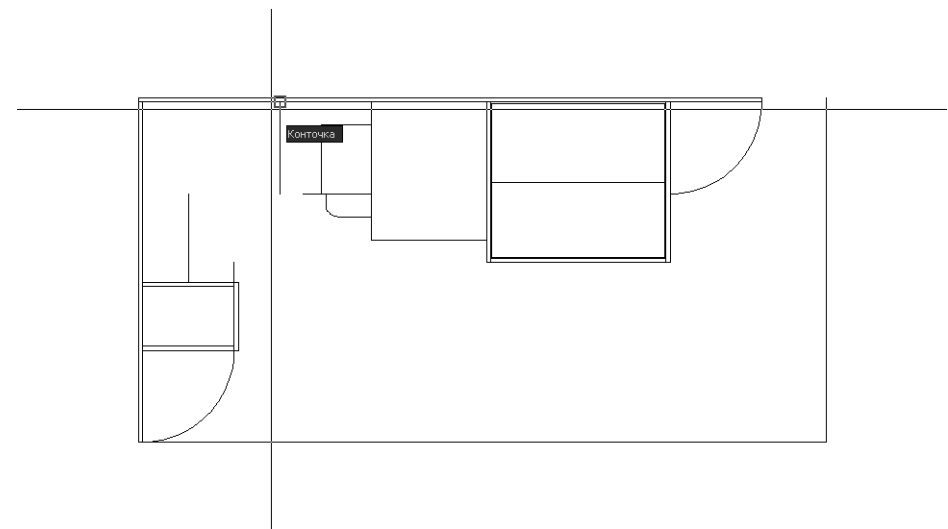

Рис. 4.53 ▼ Выбор первой точки верхней полки с помощью режима привязки **Конточка** (Endpoint)
1. Запустите инструмент **С линиями** (Line) и, включив режим объектной привязки **Конточка** (Endpoint), выберите верхнюю точку вспомогательной линии, которая находится в углу рабочей зоны, как показано на рис. 4.53.